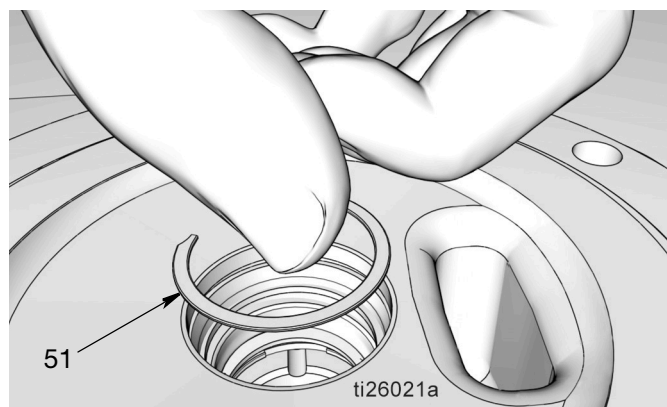

FIG. 35
- f. Placer l'anneau de retenue (51) (FIG. 35). Un « clic » doit retentir lorsque l'anneau de retenue arrive en appui dans la gorge.
- g. Monter l'entretoise (12) (FIG. 35).